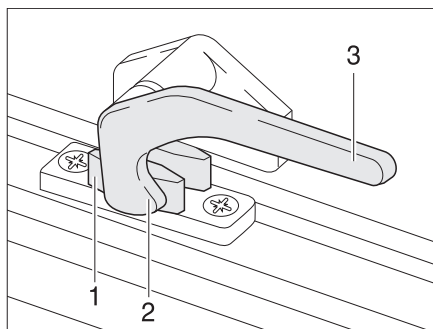

Fig. 35 Palanca de bloqueo en la posición de "cerrado"
- Girar la palanca de bloqueo (Fig. 35,3) un cuarto de vuelta hacia la mitad de la ventana.
- Girar la palanca de bloqueo (Fig. 35,3) un cuarto de vuelta hacia el marco de la ventana. El saliente de bloqueo (Fig. 35,2) se encuentra en la cara interior del bloqueo de la ventana (Fig. 35,1).
- En la posición "cerrada fijamente" (Fig. 35)